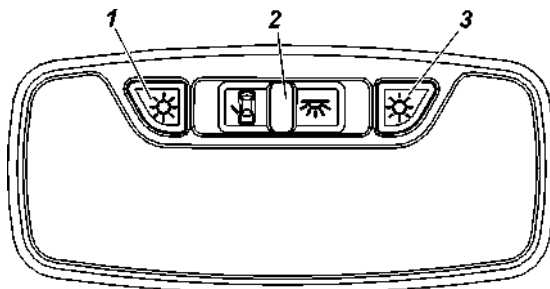

Рис. 3.30. Блок освещения салона:
**Блок штурманских ламп** включает в себя секции индивидуального освещения водителя и переднего пассажира. Левая и правая секции индивидуального освещения, включаются нажатием выключателей, 1 или 3 ( рис. 3.30) соответственно.